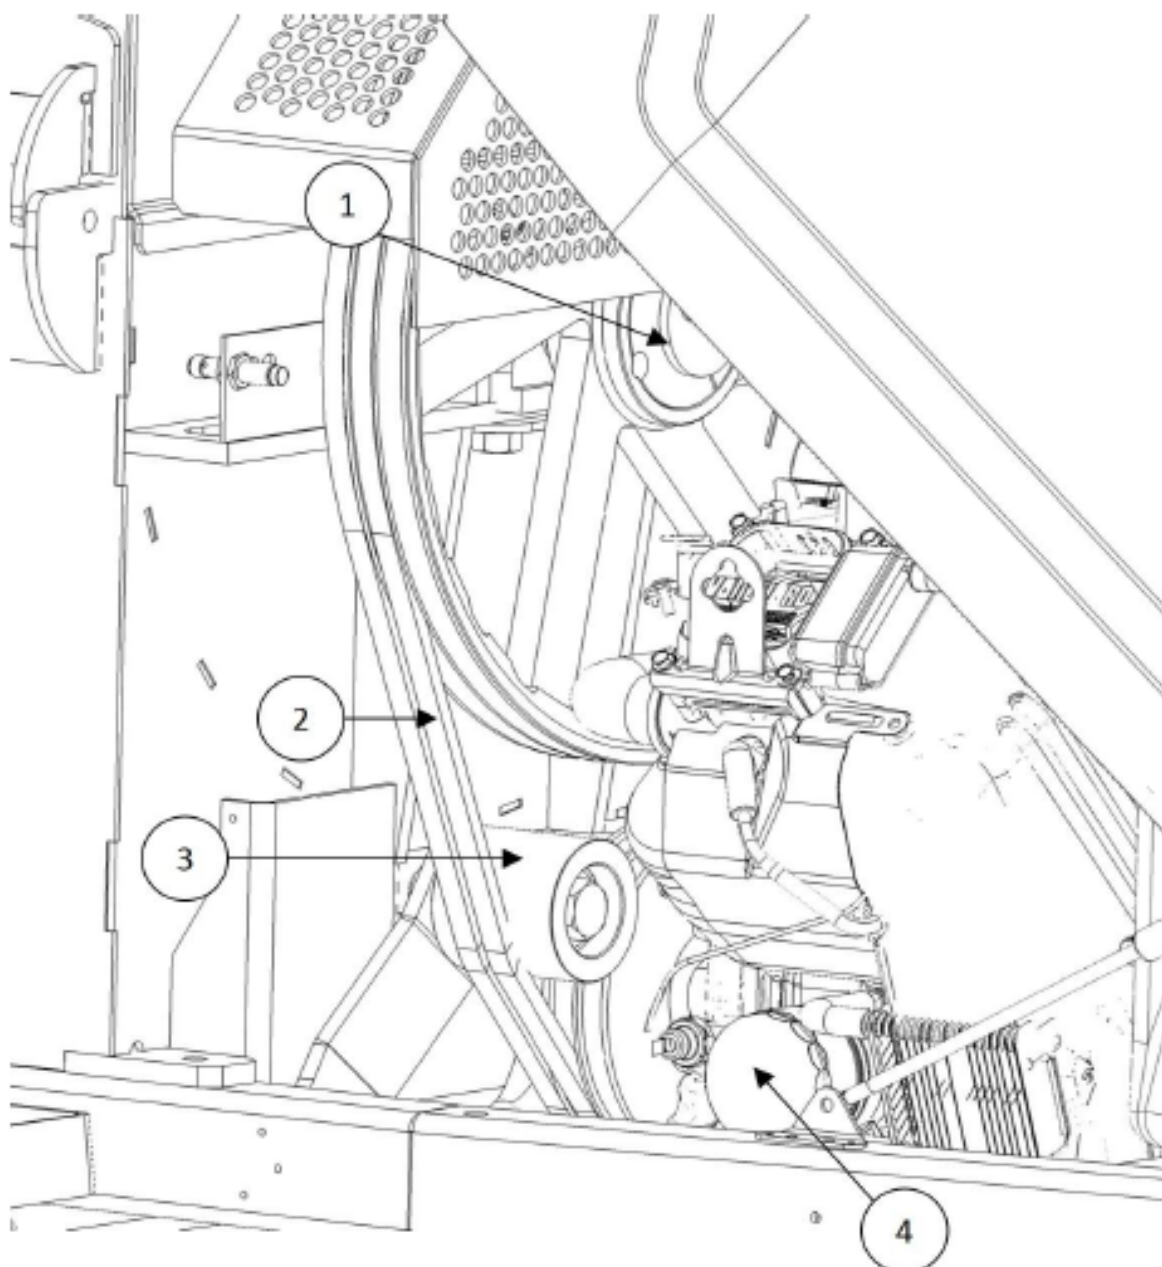
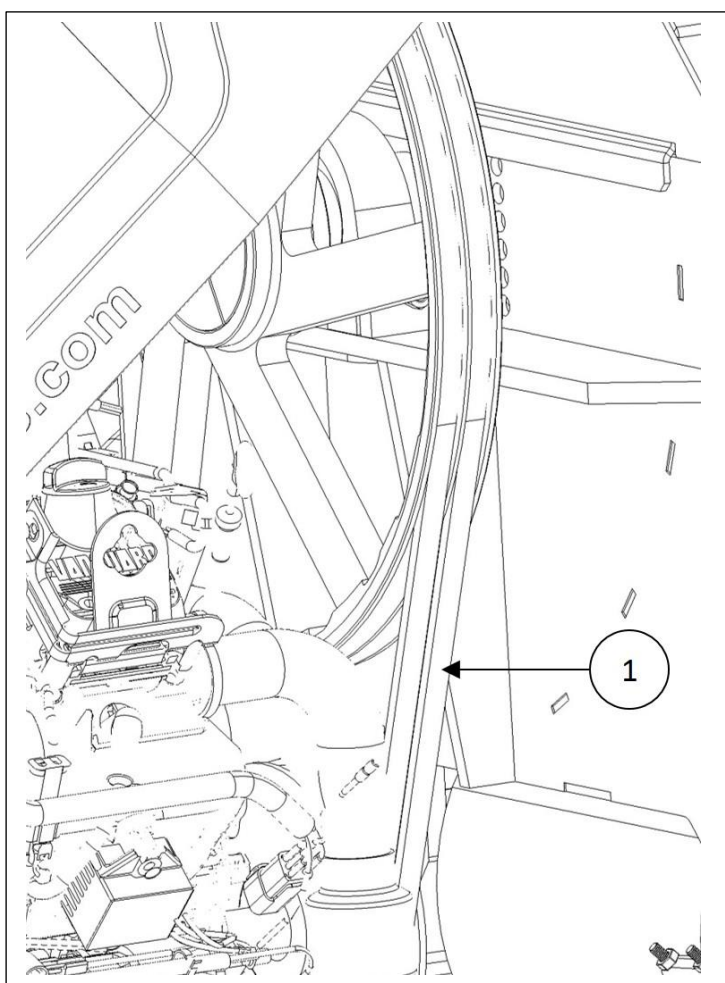

Figura 10
Figura 14
- Comprobar las poleas y el taper-lock en el eje del volante. Véase la figura 10
Todas las correas de transmisión se encuentran debajo de la cubierta del motor como se muestra en la figura 10 y la tensión comprobada en las flechas se muestra en la figura 14. Comprobar y ajustar la tensión del siguiente modo:
2. Girar la tuerca o tornillo para tensar la correa de transmisión hasta que una fuerza de 4,5 kg en el vano central más largo se desvíe 6 mm (véase la Figura 14). Se puede llegar a una aproximación agarrando firmemente la correa entre el dedo y el pulgar y retorciendo. No debe poder girarse la correa más de 90°.